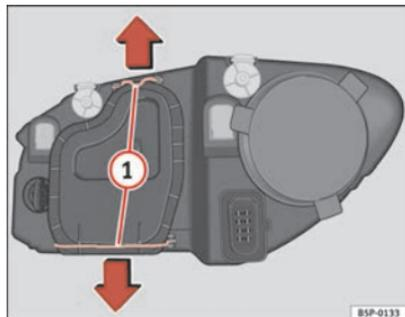

Fig. 185 Feux de croisement
- Déplacez les tirants ⇒ fig. 185 ① dans le sens de la flèche puis retirez le cache.